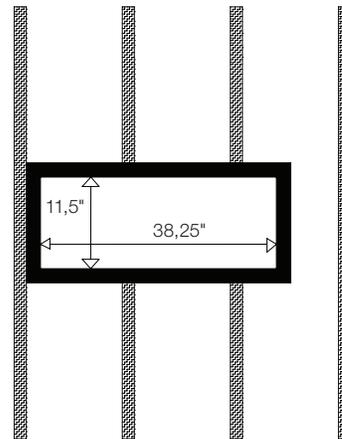

Figura 16
3. Utiliza viguetas de 38 x 140 mm para crear un marco con dimensiones internas 971,6 x 292,1 mm (Figura 16). Sujétalo a los montantes existentes con clavos o tornillos de madera.